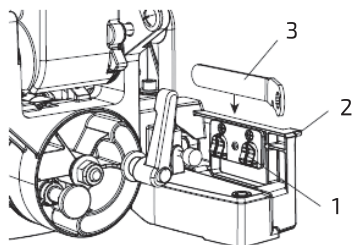

Рис. 10
Для удобства хранения и предотвращения потери гаечного ключа (3), когда он не используется, в боковой части опоры (2) предусмотрен специальный отсек (1) (рис.10).